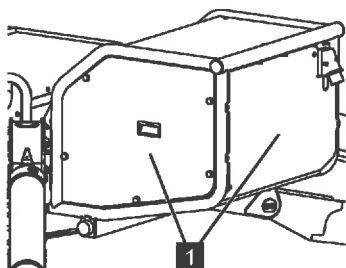

Abb. 196
3. Abdeckhauben (Abb.196/1) abschrauben.